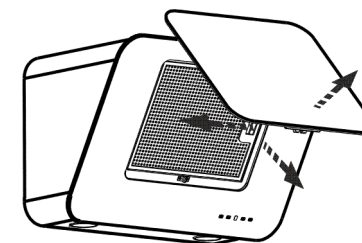

рис. 4
- 6.1.1 Перед установкой вытяжки снимите алюминиевый фильтр (рис. 4).
- потяните за нижний край откидной панели, как показано на рис. 4 и откройте ее;
- снимите алюминиевый фильтр (рис. 4).